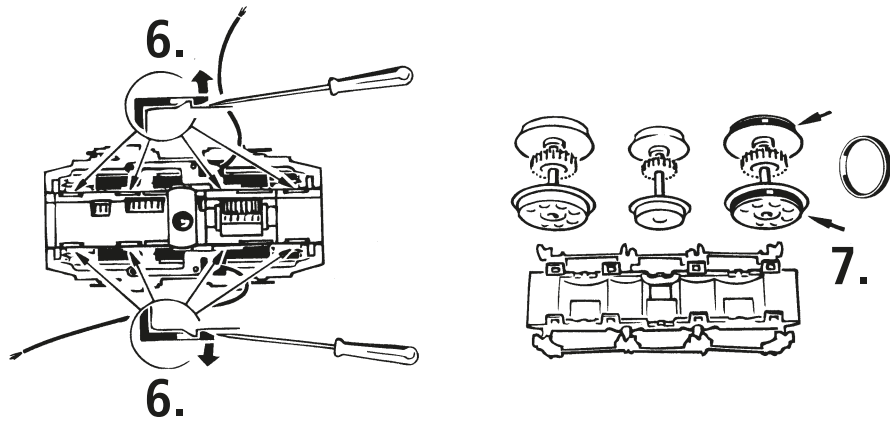

Fig. 8
2. Schmierung: Versehen Sie die im Schmierplan in Fig. 8 gekennzeichneten Stellen mit nur **kleinen Öltropfen**. Dazu zuerst das Lokgehäuse abnehmen (Fig. 3). Wir empfehlen den ROCO **Öler Art.-Nr. 10906**. Fürs Schmieren der Getriebeteile (Zahnräder, Schnecke - Fig. 7 und 8) empfehlen wir das **ROCO-Spezialfett Art.-Nr. 10905**. Im Falle der Schmierung diese Teile **nicht ölen**.
2. Lubrication: Apply **tiny oil drops** to spots marked in fig. 8. Prior to lubrication dismantle locomotive (fig. 3). We recommend using item no. **10906, ROCO oiler**. For lubrication the gearparts (e.g. cogwheels, worm - fig. 7 and 8) we would recommend our ROCO **special grease** (item no. **10905**).
2. Graissage: N'appliquez **qu'une toute petite goutte** aux endroits indiqués par le plan de graissage (fig. 8) après avoir démonté la caisse de la locomotive (fig. 3). Nous vous recommandons **le graisseur à huile ROCO réf. 10906**. Pour graisser les engrenages (roues dentées, vis sans fin - fig. 7 et 8) nous vous conseillons la **graisse spéciale ROCO réf. 10905** pour engrenages en matières synthétiques. Lorsque vous utilisez cette graisse il faut éviter d'huiler ces composants.